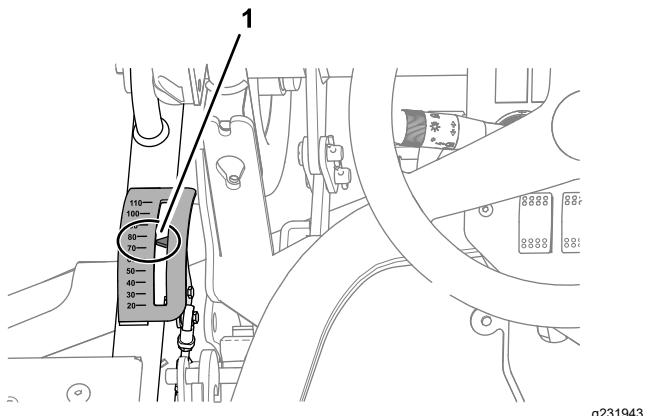

Figure 130
2. Asseyez-vous sur le siège de l'utilisateur, observez la flèche de l'indicateur de hauteur de coupe (Figure 130).